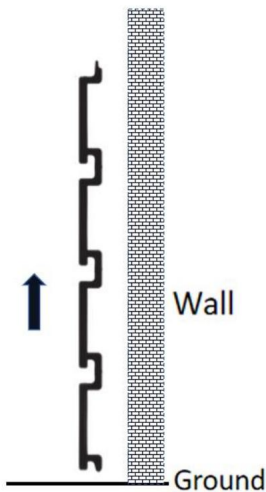

Figura 1
1. Installare il pannello a doghe nella direzione indicata nella Figura 1.
1. Instale la dirección del panel de listones, consulte la Figura 1.